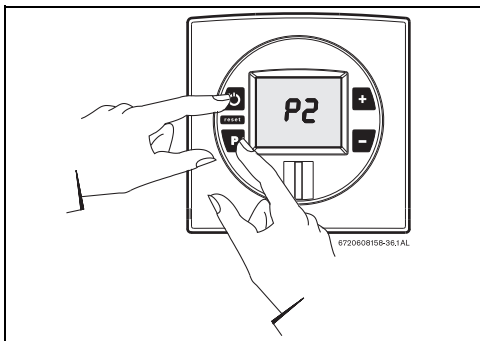

Рис. 51
- Удерживая нажатой кнопку программы (P), нажмите кнопку «Вкл./выкл.» для включения водонагревателя (см. Рис. 51).